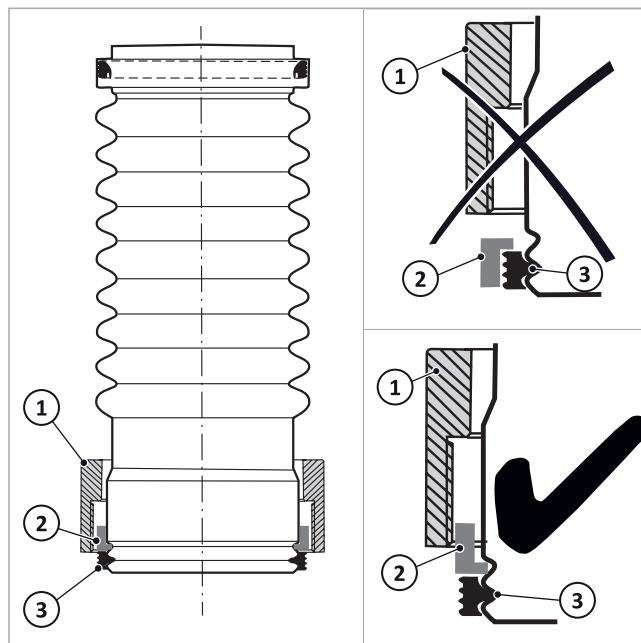

Abb. 41: Verschraubung aufgesteckt
1. Gemäß → Abb. 41 die Überwurfmutter (1), den Sprengring (2) und die Dichtung (3) auf das untere Rohrende des Abgasanschlusstückes schieben.